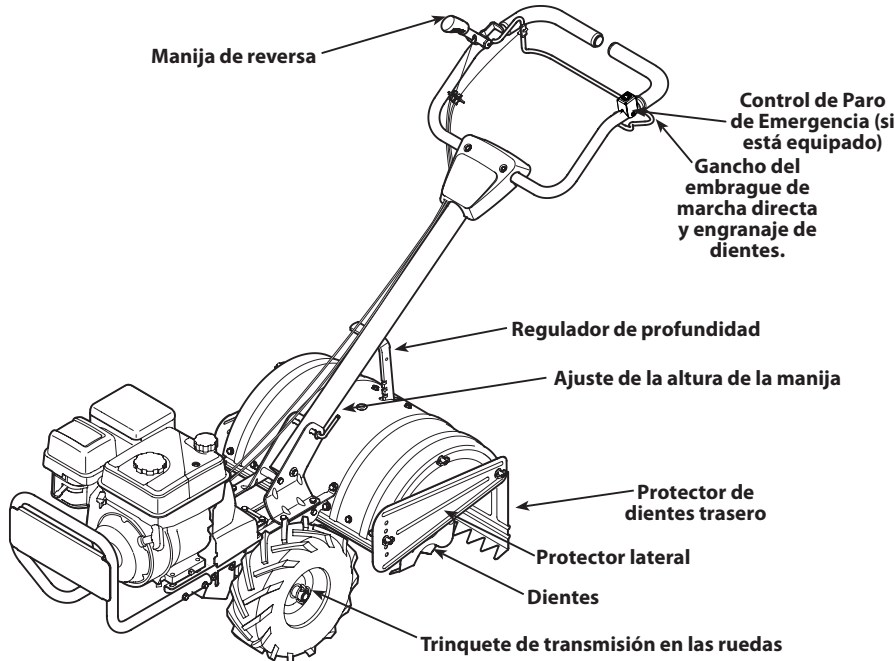

Figura 9
Para ajustar la estaca de profundidad, tire la ménsula de ajuste de profundidad hacia atrás (A) y empuje hacia arriba o hacia abajo (B) hasta que la ménsula alcance la posición deseada, vea la Figura 9, luego suelte la ménsula (C).